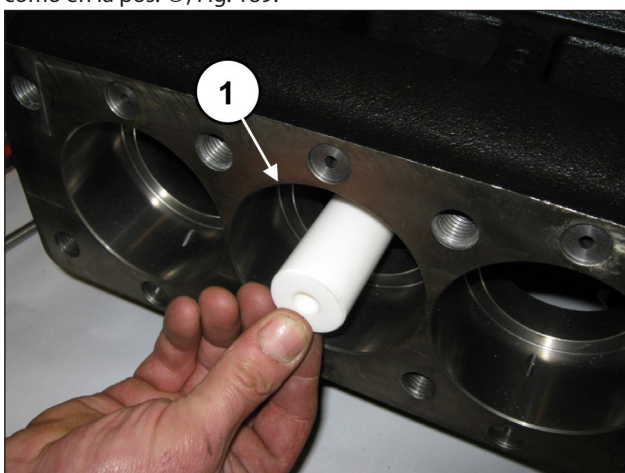
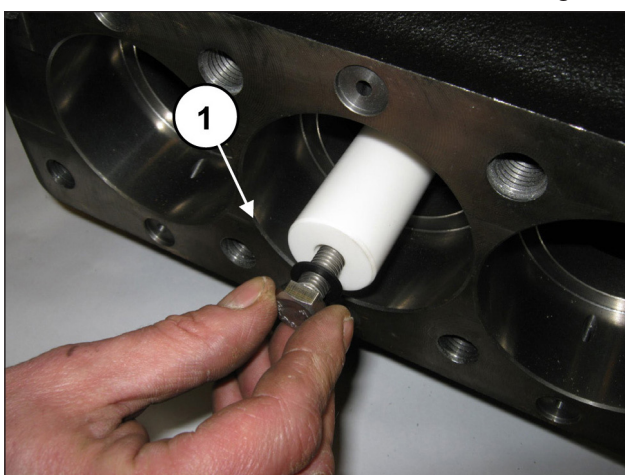

Fig. 188
Fig. 189
Montar los pistones en sus guías (pos. ①, Fig. 188) y fijarlos como en la pos. ①, Fig. 189.